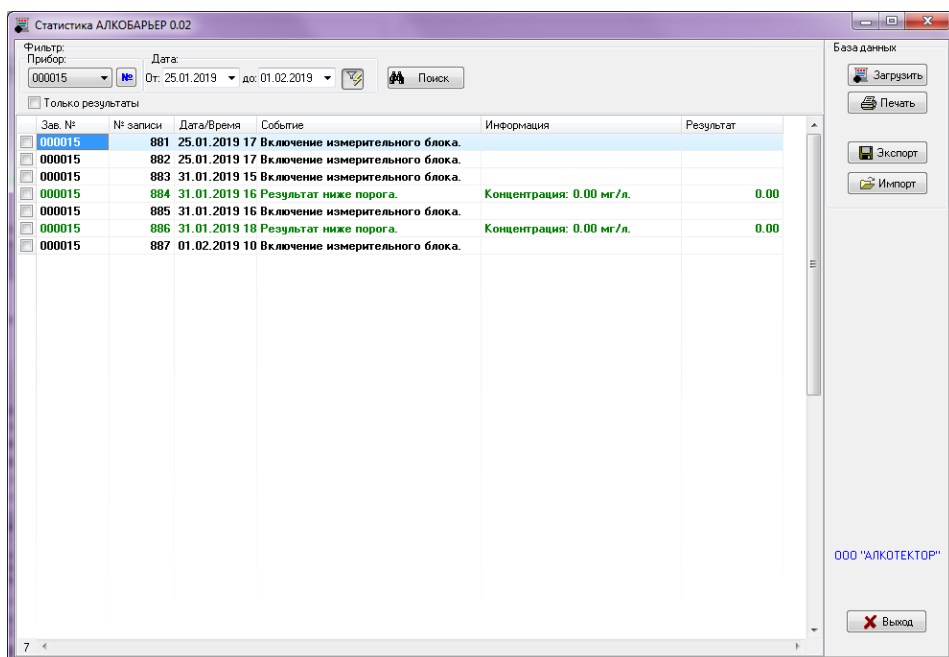

Рисунок 9 – Отображение загруженных записей в основном поле рабочего окна программы
4.4 Нажмите кнопку «Закреть». В основном поле рабочего окна программы отобразятся загруженные записи (рисунок 9).